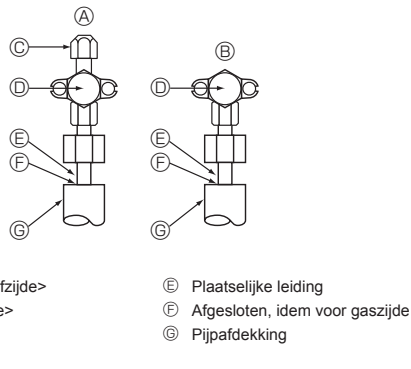

Fig. 4-4
4.4. Luchtdichtheid van de koelstofpijpen testen (Fig. 4-4)